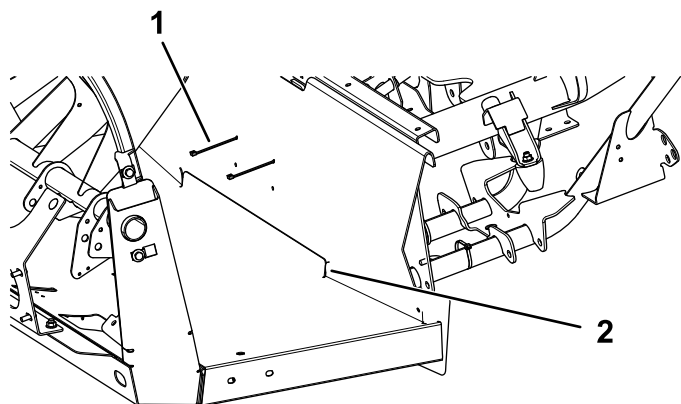

Figure 23
3. Abaissez le rabat et poussez-le derrière le rebord du plancher (Figure 23).
4. Fixez le rabat autour du tube central du cadre avec 2 serre-câbles (Figure 23).